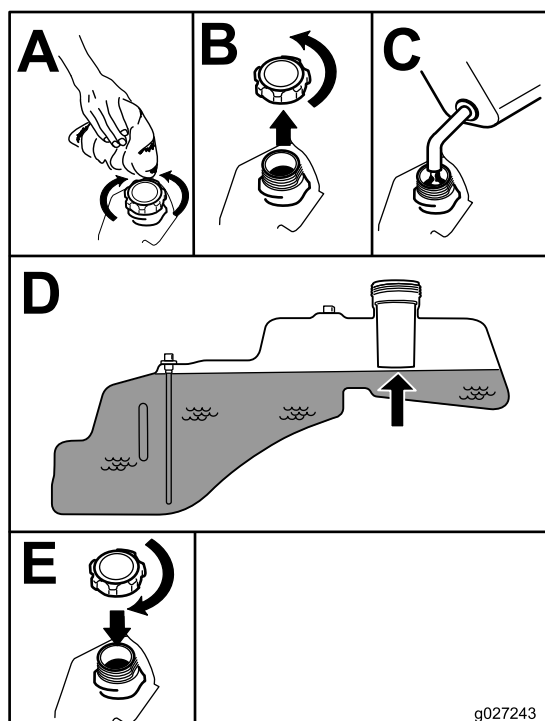

Figure 7
4. Remplissez le réservoir de carburant jusqu'au bas du goulot de remplissage (Figure 7).